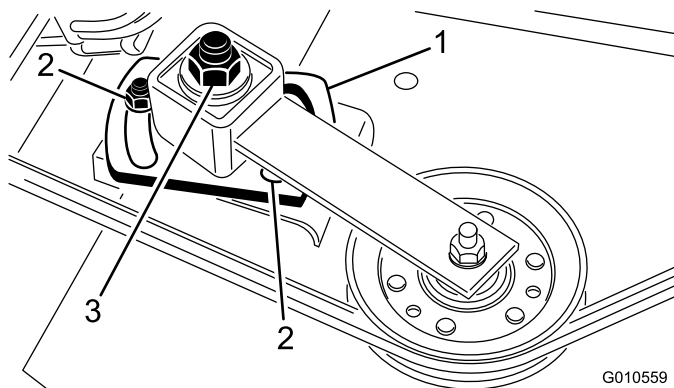

図 30
5. ソケットとトルクレンチを使用して、アイドラ調整ナットを 4754Nm $4.85.5\text{kg}\cdot\text{m}$ $=3540\text{ft}\cdot\text{lb}$ にトルク締めする(図 30)。